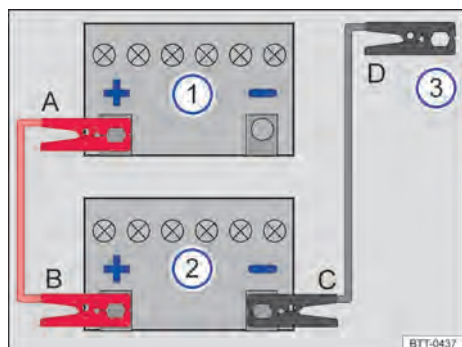
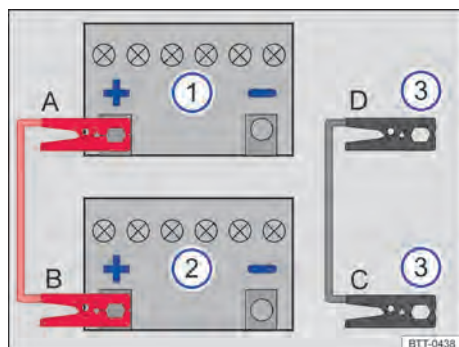

Fig. 240 Esquema para a conexão dos cabos auxiliares de partida dos veículos auxiliares de partida sem sistema Start-Stop.
Fig. 241 Esquema para a conexão dos cabos auxiliares de partida dos veículos auxiliares de partida com sistema Start-Stop.
Legenda para Fig. 240 e Fig. 241:
Conectar o cabo auxiliar de partida somente na sequência **A – B – C – D** ⇒ Fig. 240 ou ⇒ Fig. 241.
- Conectar uma extremidade do cabo auxiliar de partida **vermelho** ao polo positivo (+) ⇒ Fig. 240 ou ⇒ Fig. 241 do veículo com a bateria do veículo 12 V descarregada ① ⇒ .
- Conectar a outra extremidade do cabo auxiliar de partida **vermelho** ao polo positivo (+) da bateria do veículo 12 V fornecedora de corrente ②.
- Em veículos **sem sistema Start-Stop**: conectar uma extremidade do cabo auxiliar de partida **preto** preferencialmente num ponto de auxílio à partida (ponto de aterramento) –, senão no polo negativo (–) da bateria do veículo 12 V fornecedor de corrente ⇒ Fig. 240 ②.
- Em veículos **com sistema start-stop**: conectar uma extremidade do cabo auxiliar de partida **preto** no ponto de auxílio à partida (ponto de aterramento) (–, ou na argola de reboque dianteira aparafusada ⇒ Página 422, numa peça maciça de metal aparafusada firmemente com o bloco do motor, ou ao próprio bloco do motor ⇒ Fig. 241 ③).
- Conectar a outra extremidade do cabo auxiliar de partida **preto** ⇒ Fig. 240 ③ ou ⇒ Fig. 241 ③ do veículo com a bateria 12 V descarregada preferencialmente a um ponto de auxílio à partida (ponto de aterramento) (–), ou à argola de reboque dianteira ►
- Desconectar o cabo auxiliar de partida somente na sequência **D - C - B - A** ⇒ Fig. 240 ou ⇒ Fig. 241.